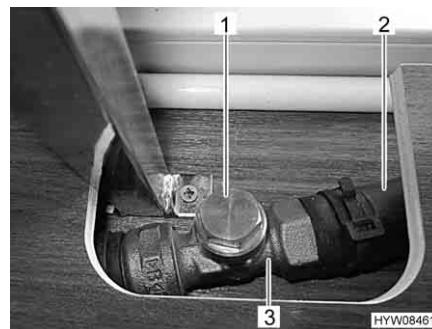

Fig. 108 Valvola aperta
- Afferrare la tubatura di bypass (Fig. 108,2) dietro la valvola (Fig. 108,3). Il tubo flessibile deve essere tiepido.
- Se il tubo flessibile non è tiepido, controllare la regolazione della valvola. Se la valvola è chiusa, ruotare il coperchio della valvola (Fig. 108,1) in senso antiorario.